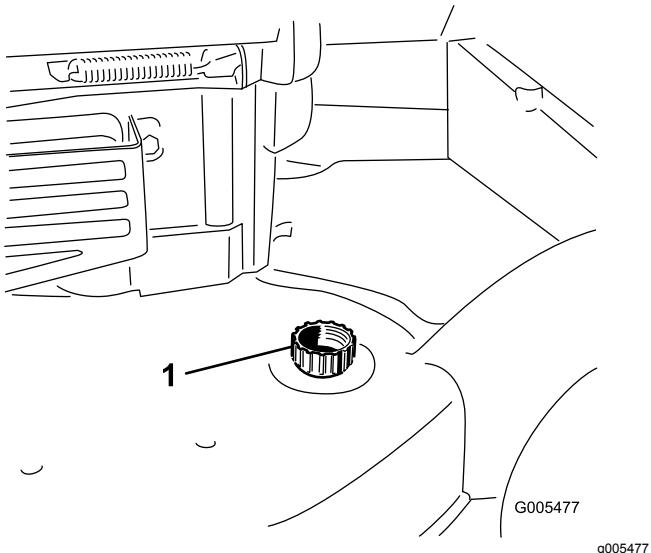

Bild 45
3. Befestigen Sie einen Gartenschlauch, der an einen Wasserhahn angeschlossen ist, am Wasseranschluss (Bild 45).